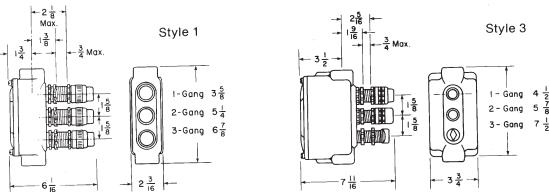

Figure 1
- Interrupteur double – deux orifices d'un diamètre de 1-1/8 po dont les centres sont distants de 1-5/8 po**Remarque:** Épaisseur maximale de panneau – 3/4 po. Voir Figure 1 pour les dimensions des interrupteurs.